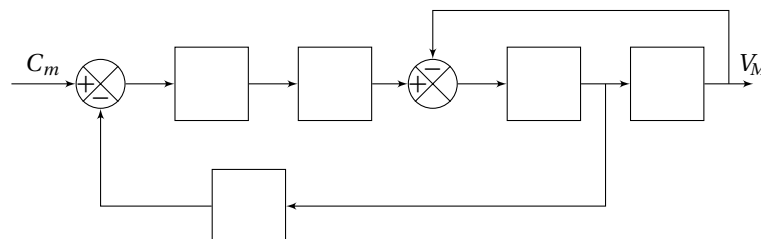

FIGURE 1 – Schéma bloc à remplir
**Question 3** En utilisant la figure 1, établir le schéma bloc associé au déplacement du chariot en fonction du couple fourni par le moteur.